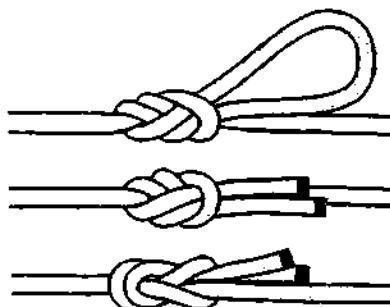

Рис. 908. Двойной ткацкий узел и петля восьмёрка односторонняя.
**Двойной ткацкий узел** – это ещё один вариант использования **восьмёрки** для соединения двух концов вёёвки (рис. 908). Оба ходовых конца смотрят в одну сторону. **Двойной ткацкий узел** надёжный и крепкий узел. После использования он легко развязывается также как и **прямой узел**, если потянуть в разные стороны ходовые и коренной концы.